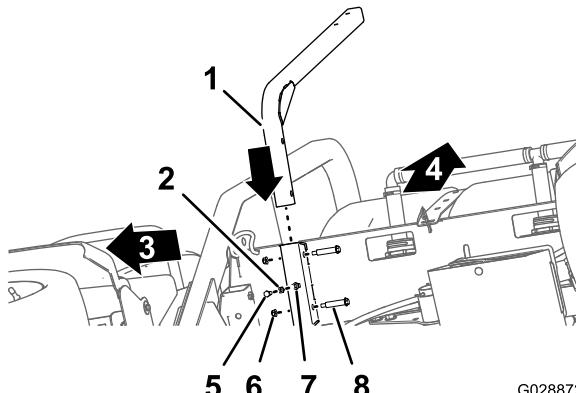

Figure 35
1. Alignez le tube de support du réservoir d'eau douce et le profilé de support du réservoir (Figure 35).
2. Alignez les trous du tube de support et les trous du profilé (Figure 35).
- Fixez le tube au profilé (Figure 35) au moyen de 2 boulons à épaulement et 2 contre-écrous ($\frac{5}{8}$ ").
- Vissez l'écrou de blocage ($\frac{5}{8}$ ") sur le boulon ($\frac{5}{8}$ " x 1") ; voir Figure 35.
- Vissez le boulon et l'écrou de blocage dans l'écrou soudé au bas du profilé de support du réservoir, et serrez le boulon et l'écrou de blocage (Figure 35).